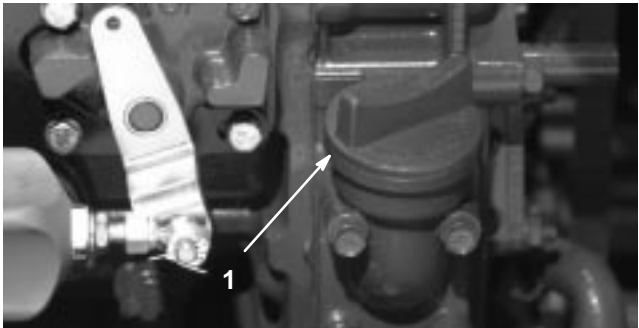

Figure 5
4. Si le niveau n’atteint pas le repère du plein, enlevez le bouchon de remplissage (Fig. 5) et faites l’appoint jusqu’à ce que le niveau correct soit atteint. **Ne remplissez pas excessivement.**